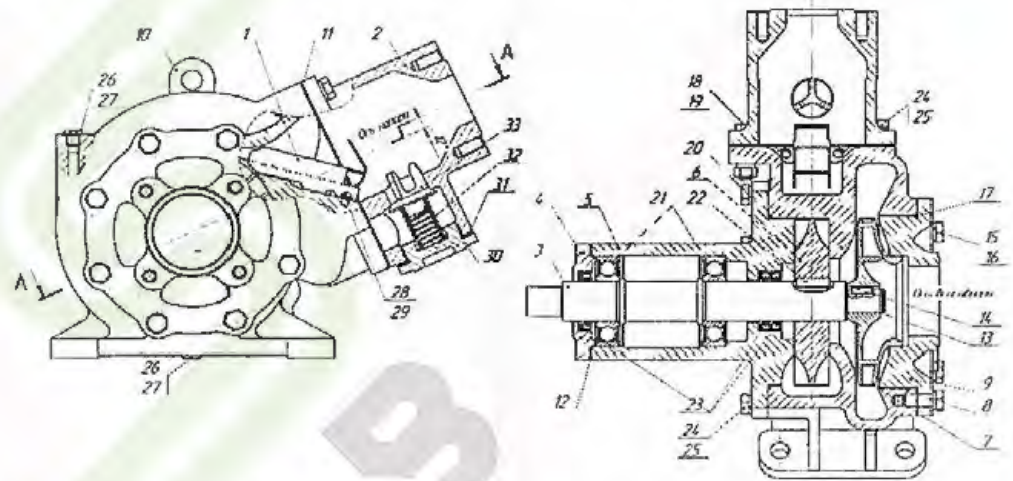

Рис.3 Перечень основных узлов и деталей насоса.
3.1 В состав насоса входят составные узлы и детали, перечень которых приведен на Рис. 3
4.2 Насос типа СЦД (рис.3) самовсасывающий центробежно-лопастной имеет две ступени. Первая ступень - центробежная, вторая - осевая. Центробежное колесо 7 сидит на валу 3 с лопастным колесом 6. Колеса насоса консольно посажены на вал, зацепляющийся в шарикоподшипниках 4, установленных в кронштейне 5. Центробежное колесо стопорится на валу кольцом 13. Центробежное колесо насоса уплотнением сидит в расточку крышки всасывания 9. Рабочая полость насоса отделяется от полости подшипников двумя манжетами из маслостойкой резины 23, такое же уплотнение оставлено на выходном конце вала. В модификации насоса (Т) установлено торцовое уплотнение. К корпусу насоса крепится на четырех болтах колпак 2. К корпусу под капком двумя винтами крепится отсекатель 1, для обеспечения самовсасывания в начале работы. В колпаке находится перепускной клапан 33 с пружинной 32, доступ к которому имеется, если отвернуть заглушку 30 на напорном патрубке. Перепускной клапан предназначен для защиты от механического разрушения насоса избыточным давлением (свыше 4 атм.). При повышении давления клапан открывается, и рабочая жидкость циркулирует в рабочей камере насоса.